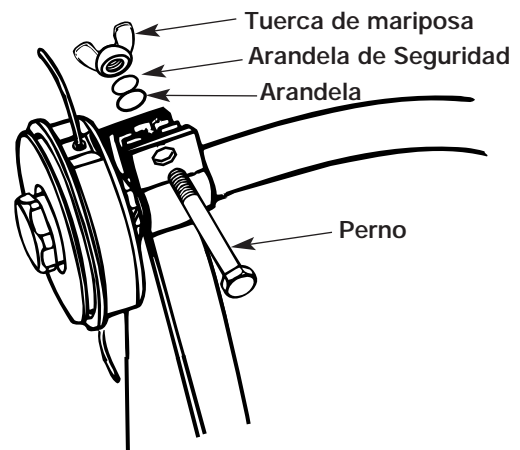

Fig. 3
2. Insterte el tornillo, la tuerca, la arandela y la arandela de seguridad y apriete firmemente (Fig. 3).